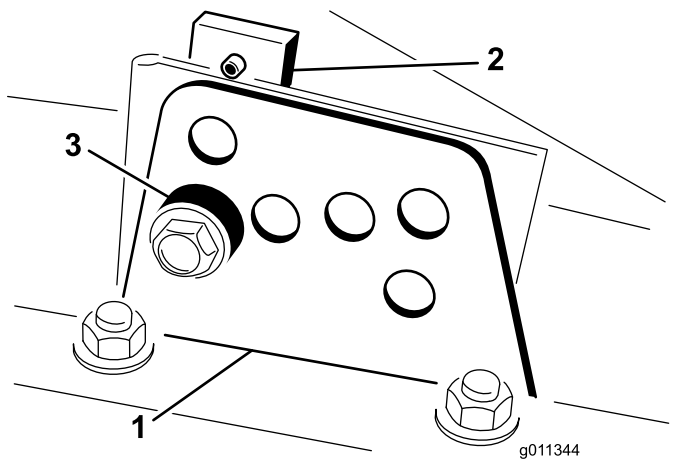

Рисунок 20
2. Ослабьте болт крепления каждого кронштейна высоты скашивания к пластине регулировки высоты скашивания (с передней и боковых сторон), как показано на Рисунок 20.
4. Удерживая камеру, снимите проставку (Рисунок 20).